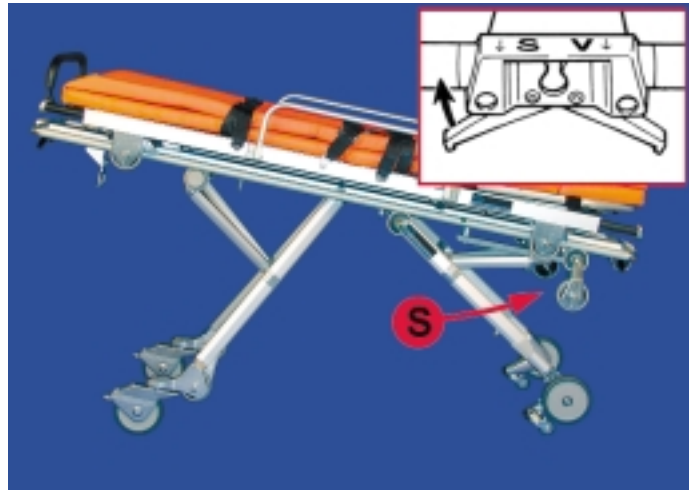

Bild 31
- Schocktieflagerung (Bild 31):
- Kopfteil in Schocktieflagerung absenken (Bild 31).